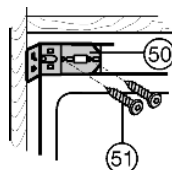
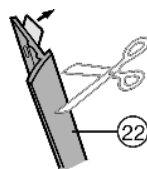

Fig. 16
Fig. 17
- ▶ Atornille ligeramente la escuadra de fijación Fig. 16 (50) a través de los agujeros oblongos con el aparato Fig. 16 (51).
- ▶ Retire la lámina protectora de la tira tapajunta Fig. 17 (22). Coloque y adhiera la tira en la pared lateral del aparato por el lado del tirador y enrasada en el canto inferior de la escuadra de fijación Fig. 16 (50).
- ▶ Si es necesario, acorte la tira tapajunta Fig. 17 (22) en la parte inferior.\*